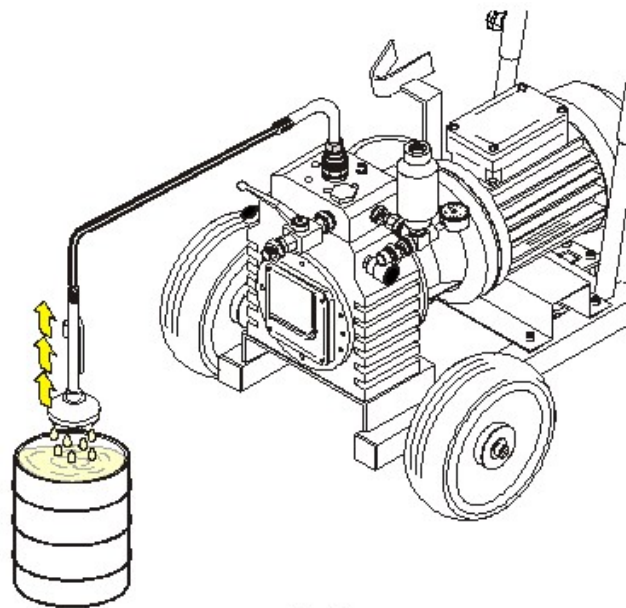

Fig.31
1) Heben Sie den Saugschlauch aus dem Behälter und achten Sie darauf, das Produkt nicht auf den Boden fallen zu lassen (Abb.31).